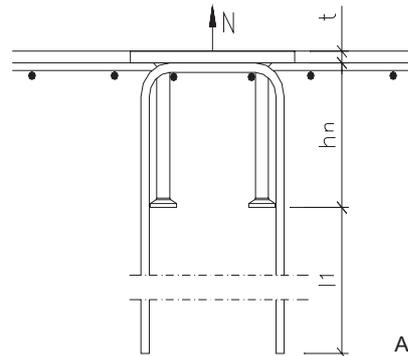
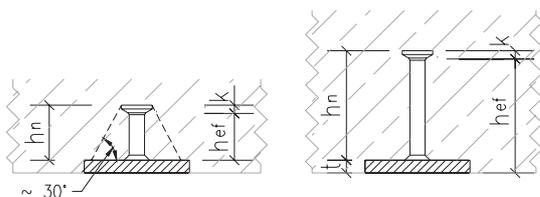

Abb.6
Abb.6.1
Die Tragfähigkeit von PEIKKO-Ankerplatten kann bei einer Zugbeanspruchung durch eine Rückhängebewehrung (s. Abb.6) erhöht werden, wenn die Nennlänge der Kopfbolzen mindestens 150 mm und der Randabstand $\geq 1,5 \cdot h_{\text{eff}}$ beträgt (s. Abb.6.1)
- freier Rand $c \geq 10 h_{eff}$ (s. Abb. 6.1 u. Tab. 3)